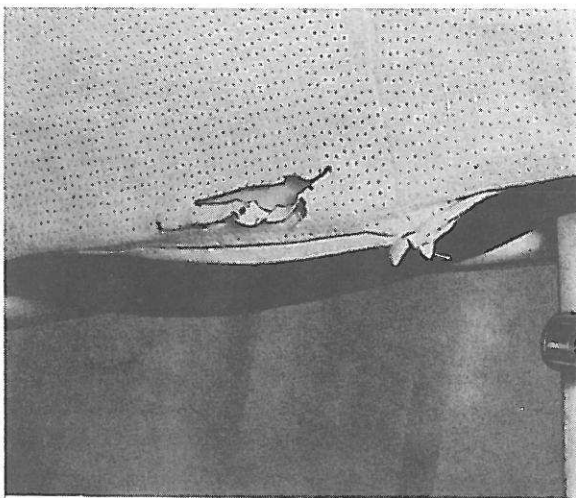

Figure 68. Enlèvement du bourrelet et de la garniture du toit
3. Retirer le bourrelet, figure 68, et libérer la garniture de l'attache en se servant de la chasse.